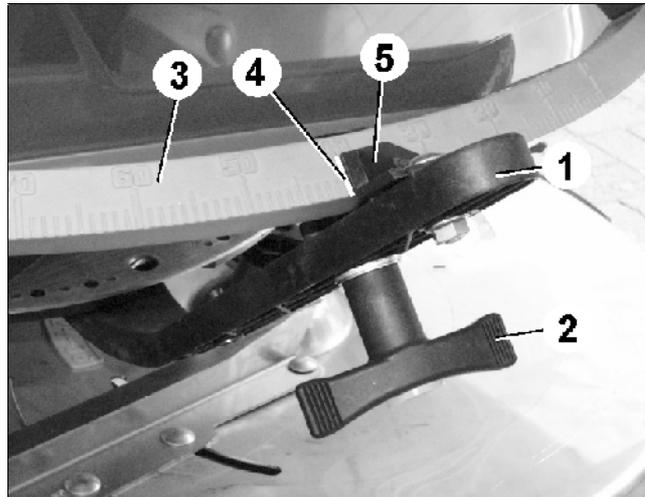

Fig. 100
- Le réglage de débit se fait alors en fonction du tableau d'épandage, en utilisant le levier de réglage (Fig. 100/1).
- Desserrez les écrous à ailettes (Fig. 100/2).
- Sur l'échelle graduée, recherchez la position de trappe requise (Fig. 100/3).
- Réglez l'arête de lecture (Fig. 100/4) du repère du levier de réglage (Fig. 100/5) sur la valeur de l'échelle graduée.
- Resserrez bien l'écrou à ailette (Fig. 100/2).